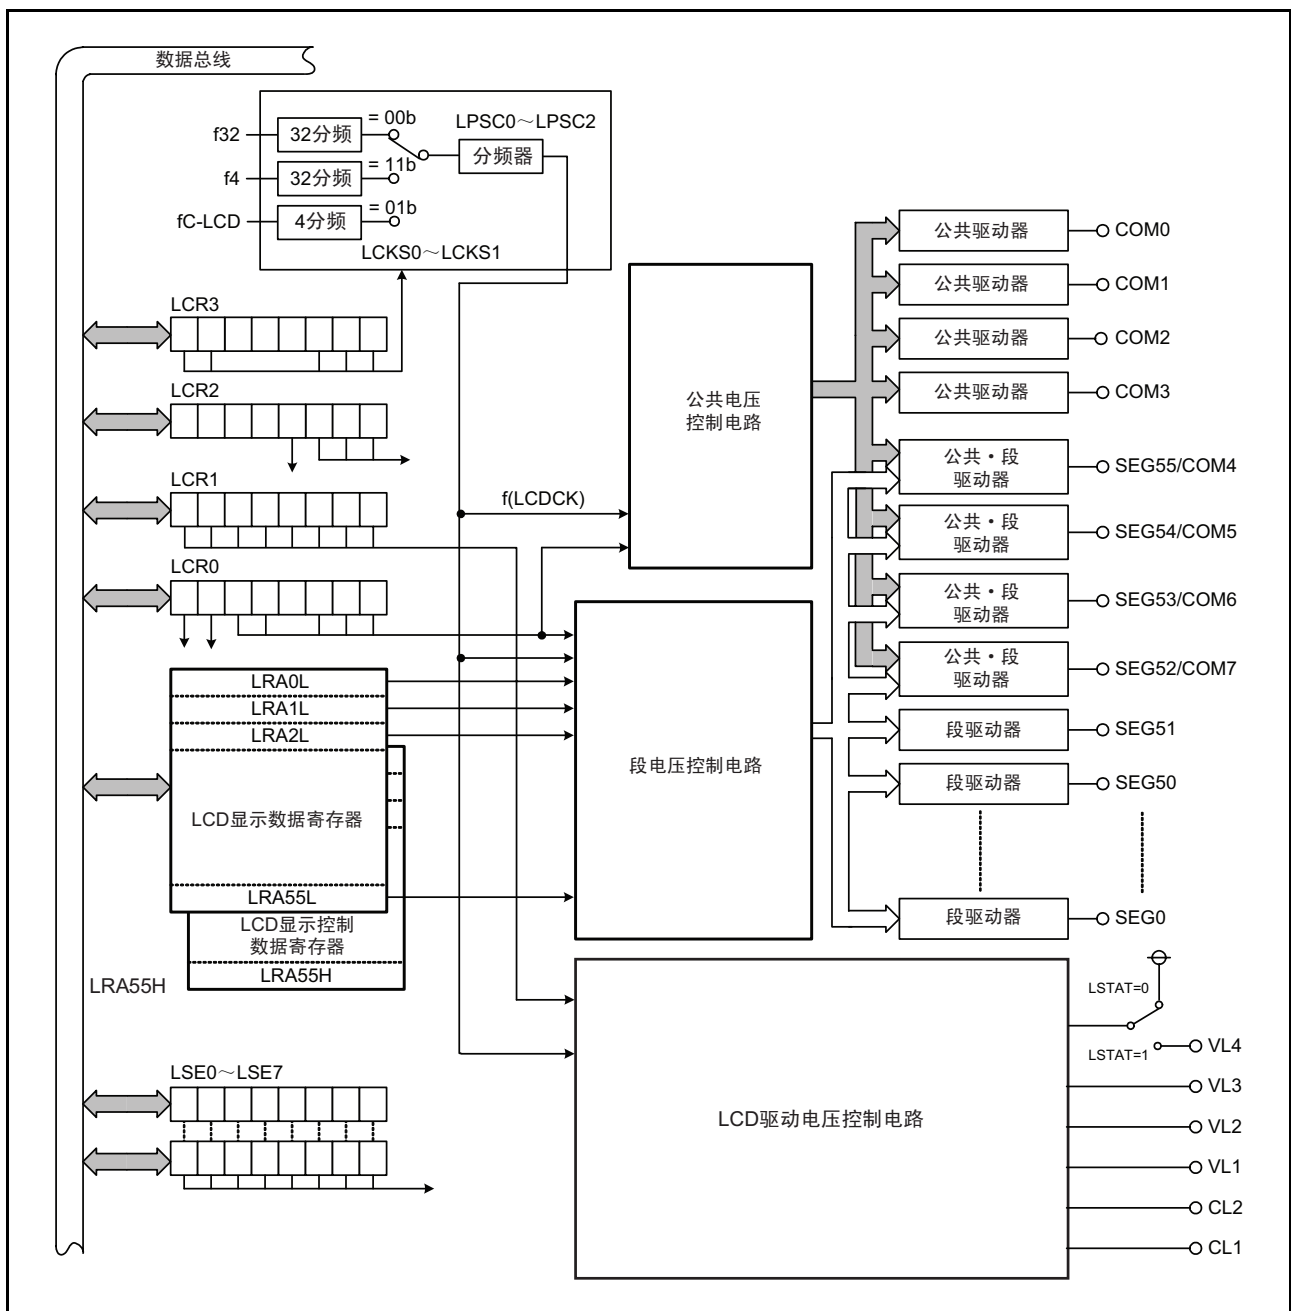

图 33.1 LCD 驱动控制电路的框图
LCD 驱动控制电路的规格概要 (1) 和规格概要 (2) 分别如表 33.2 和表 33.3 所示, LCD 驱动控制电路的框图如图 33.1 所示。